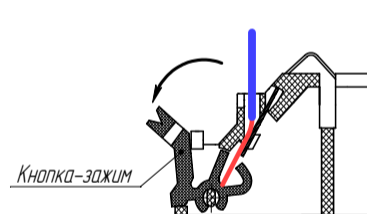

Рисунок 1
- Кнопки-зажимы контактов 3 и 4 (маркировка контактов выполнена на контактной группе) предназначены для подключения «->» ШС. В состоянии поставки кнопки-зажимы находятся в отжатом положении, освобождая каналы для ввода проводов (рисунок 1). Подключение проводов ШС следует проводить в следующей последовательности: